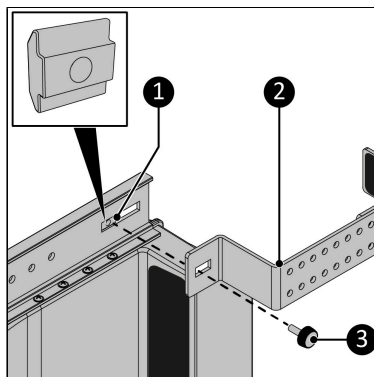

Figura 71.
7. Înșurubați suportul (Figura 71, nt. 2) la șina principală în poziția frontală folosind șurubul cu buton (Figura 71, nt. 3). Asigurați-vă că ați conectat șurubul butonului la piulița glisantă (Figura 71, nt. 1).